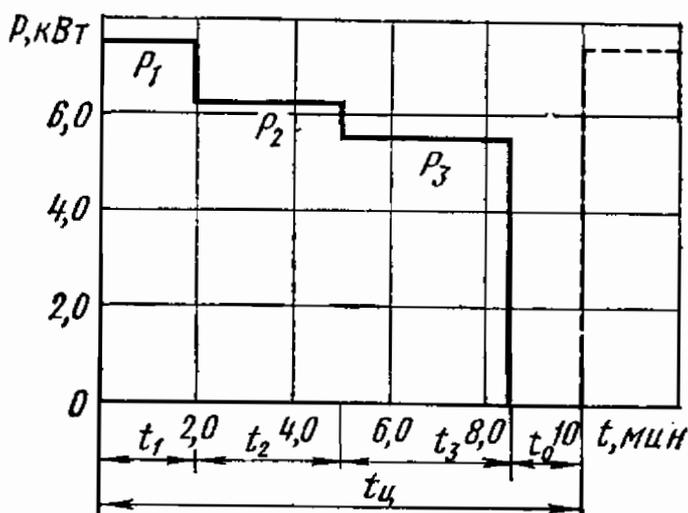

Рис. 17.5
17.5. По условиям нагрева определить мощность и выбрать трехфазный асинхронный короткозамкнутый двигатель для привода станка, работающего в режиме, заданном графиком мощности (рис. 17.5).